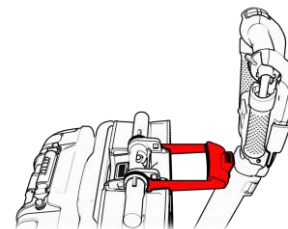

Figura 48
4. Conecte la manija principal al alojamiento del botón de varilla (Ver Figura 48).